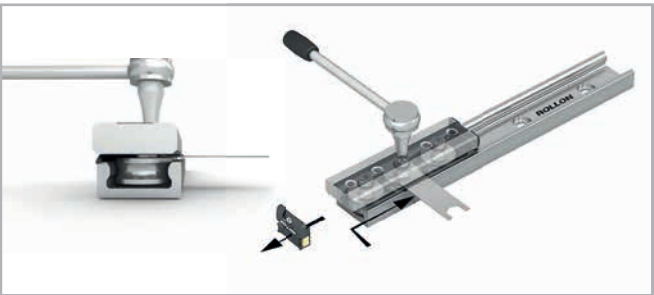

图 60
- (5) 将滑块放置在导轨的一端，以快速将扁平扳手插入。
- (6) 将提供的扁平扳手插入导轨和滑块之间的一侧。注意，要从滑块的一端插入，然后在侧密封下将其滑动至轴承（图 60）。将扁平扳手与滚轮销的六角形啮合。
- (7) 顺时针转动扁平调节扳手，使偏心销与出厂设置滚轮销对面的滚道相接触，杜绝滑块松动。不要使用太高的预载荷，否则会增加磨损度，降低使用寿命。
- (8) 用扁平扳手将滚轮销保持在正确位置，同时拧紧固定螺丝，以确保将滚轮销固定到位。
- (9) 移动滑块，并检查整个导轨长度上的预载荷。滑块移动必须顺畅无卡顿。如果发现任何摆动/松动或用力过度，则重复上述调节步骤。滑块移动顺畅且无松动的情况下为最佳预载荷。
- (10) 对于有3个以上滚轮销的滑块，需要对每个要调整的滚轮销重复上述步骤。确保所有的轴承均能够与导轨均匀接触。
- (11) 用扁平扳手保持滚轮销的角位，同时用扭矩扳手拧紧已调整好轴承的固定螺丝。所述拧紧杯参见表28。
- (12) 重新安装清洁刷。